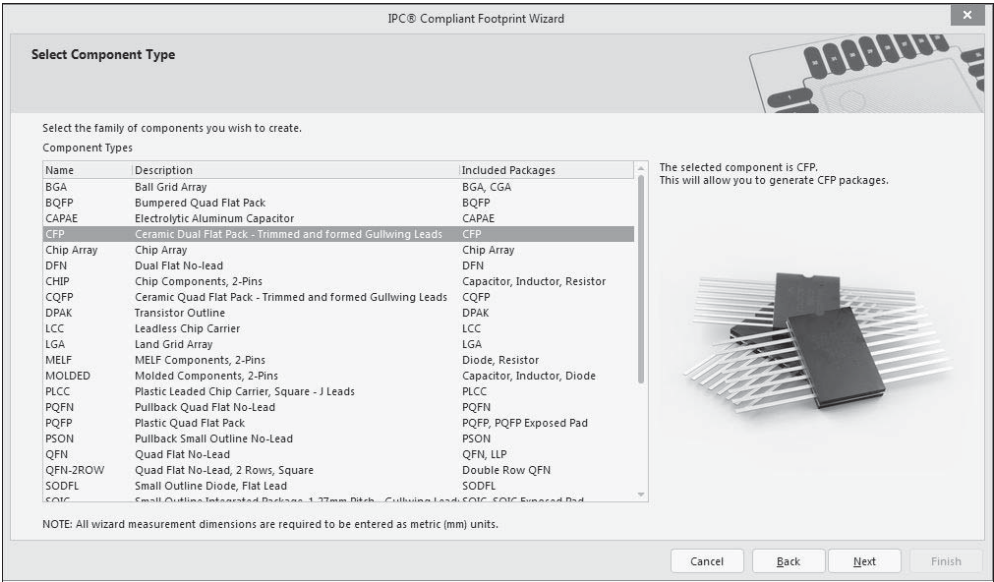

Рис. 2.14. Окно мастера IPC Compliant Footprint Wizard
1. На первом шаге выбрать тип корпуса CFP (рис. 2.14) и щелчком на кнопке **Next** перейти на следующий шаг.